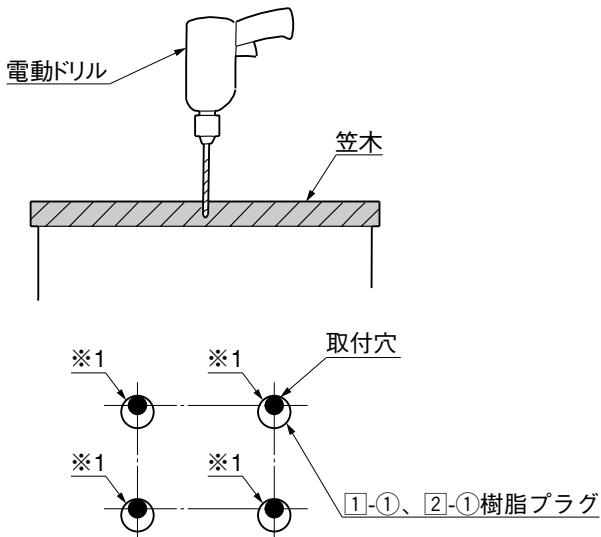

図2-1 樹脂プラグ差込み詳細
- 図2-1のように、樹脂プラグは偏芯タイプです。下穴に差込むときには取付穴の方向を揃えてください。(※1)